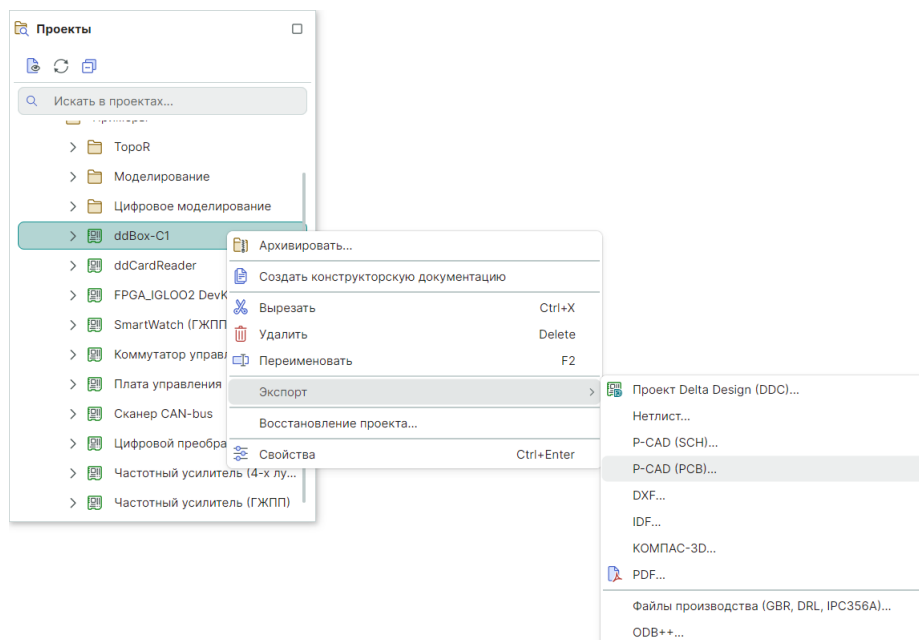

Рис. 43 Вызов экспорта платы проекта Delta Design из панели
1. Вызовите контекстное меню с выбранного проекта платы Delta Design и выберите «Экспорт» → «P-CAD (PCB)...», см. Рис. 43.